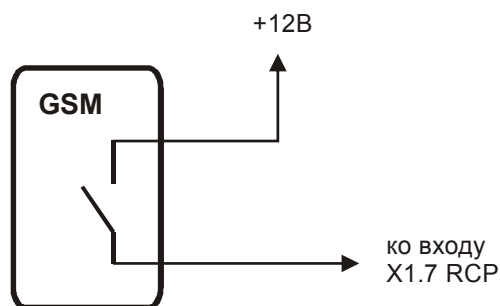

Рисунок 8
- Некоторые GSM-модули могут управлять дополнительным устройством посредством встроенного в блок реле. Схема согласования таких GSM-модулей и RCP показана на рис.8